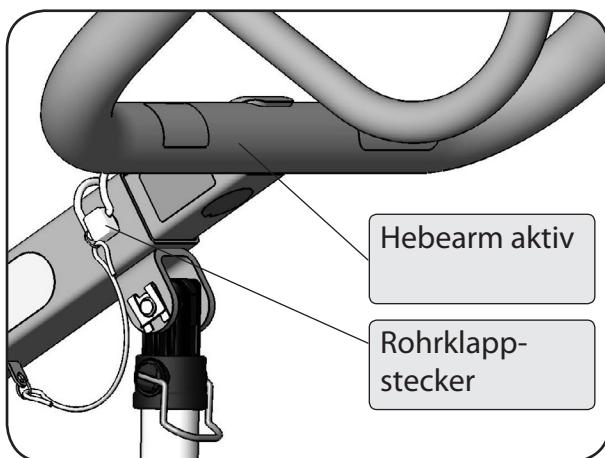

Abbildung 22
10. Sichern Sie den Hebearm aktiv mit dem Rohrklappstecker. Stecken Sie ihn bis zum Anschlag ein und klappen Sie den Bügel um (Abbildung 22). Der Rohrklappstecker ist korrekt angebracht, wenn der Bügel das Hebearmrohr umschließt (Abbildung 18).